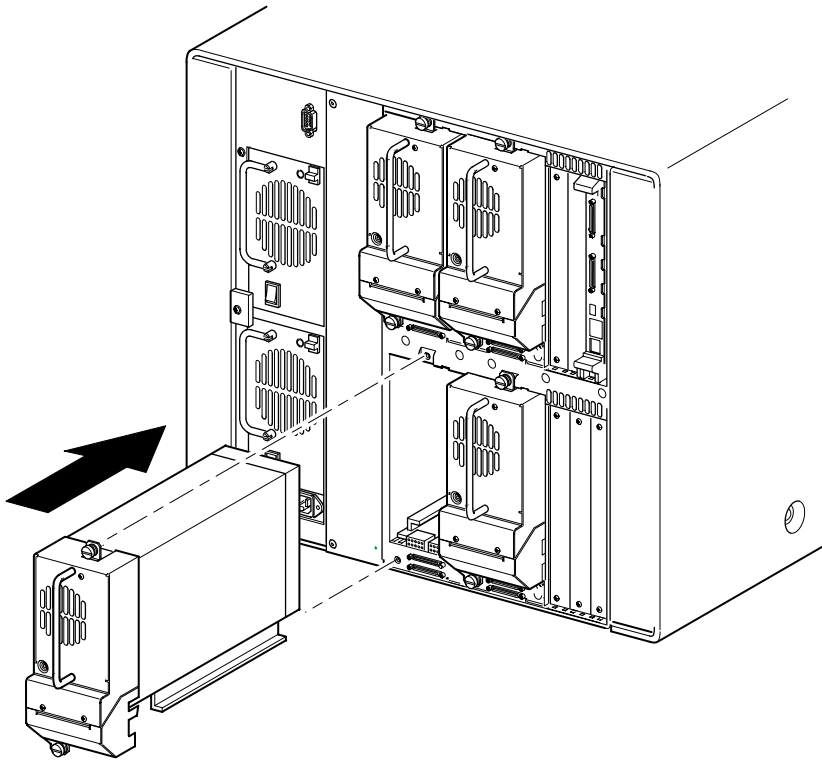

図D-1: テープドライブ マウント ベイのブランク パネルの取り外し
2. 該当するテープドライブ マウント ベイに取り付けられているブランク パネルを取り外します (図D-1を参照)。ブランク パネルは、後で使えるように保管しておいてください。